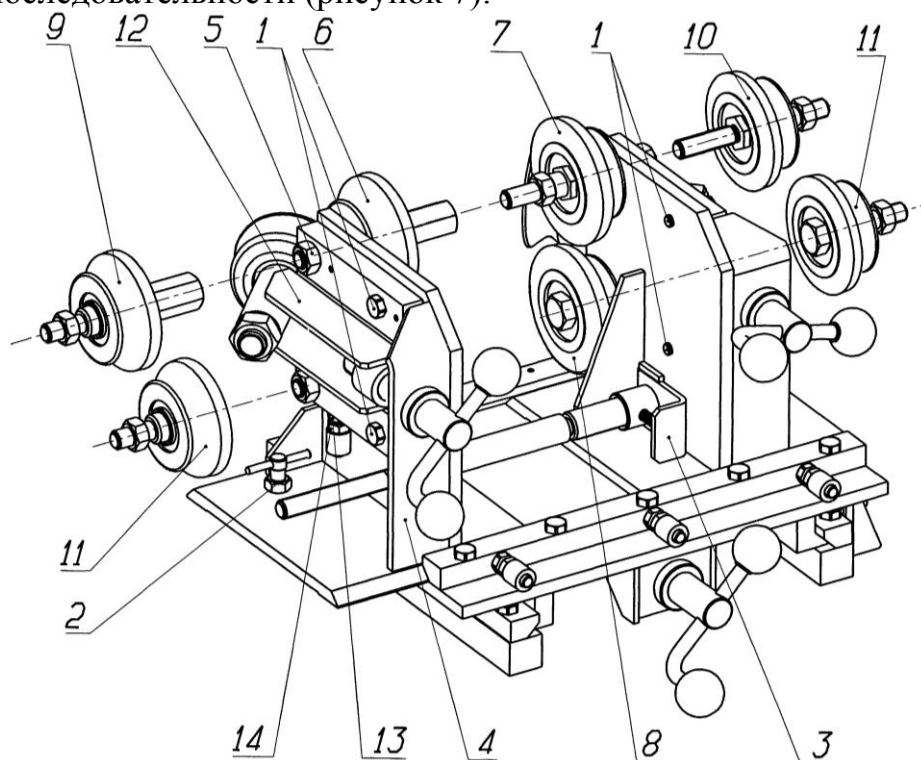

Рисунок 7 - Смена больших правильных роликов
7.8. Настройку станда для правки колёс автомобилей «Ока» производить в следующей последовательности (рисунок 7):
ВНИМАНИЕ! Для правки колёс автомобилей «Ока» необходим комплект больших правильных роликов 9,10 и 11(рисунок 7), поставляемый по дополнительному заказу.